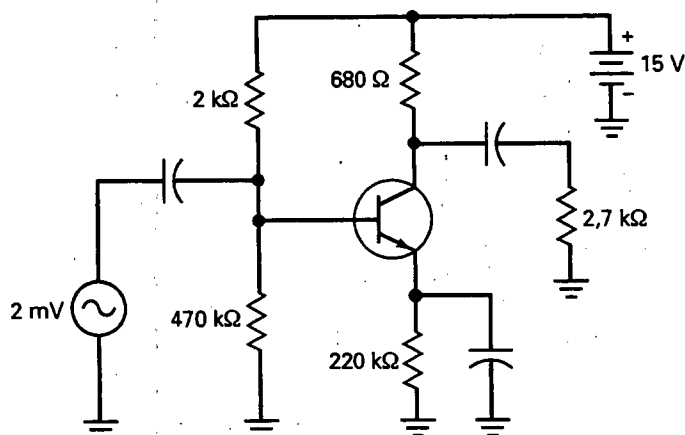

Figura 9-24
- 9-7. Si queremos funcionamiento para pequeña señal en la Figura 9-24, ¿cuál es la máxima corriente alterna permisible en el emisor?
- 9-8. La resistencia de emisor de la Figura 9-24 se duplica. Si queremos funcionamiento para pequeña señal en la Figura 9-24, ¿cuál es la máxima corriente alterna permisible en el emisor?
- 9-12. ¿Cuál es la resistencia para señal del diodo de emisor en la Figura 9-24?
- 9-13. Si la resistencia de emisor de la Figura 9-24 se duplica, ¿cuál es la resistencia para señal del diodo emisor?
- 9-14. ¿Cuál es la impedancia de entrada de la base en la Figura 9-24 si $\beta = 250$?
- 9-15. Si la resistencia de emisor se duplica en la Figura 9-24, ¿cuál es la impedancia de entrada de la base con $\beta = 250$?
- 9-16. Si la resistencia de $680\text{ }\Omega$ se cambia a $330\text{ }\Omega$ en la Figura 9-24, ¿cuál es la impedancia de entrada de la base si $\beta = 250$?
- 9-17. Dibuje el circuito equivalente para señal para la Figura 9-24 con $\beta = 175$.
- 9-18. Duplique todas las resistencias en la Figura 9-24. Después dibuje el circuito equivalente para señal para una ganancia de señal de 200.
- 9-27. En la Figura 9-24, la resistencia Thevenin vista por el condensador de desacoplo es 30 ohmios. Si el emisor se supone que es una masa para señal para frecuencias de 20 Hz a 20 kHz, ¿qué valor debería tener el condensador de desacoplo?